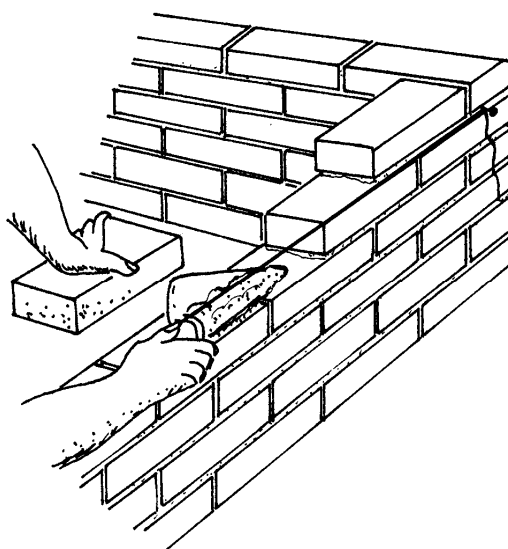

Figura 4.11 - Colocação da argamassa de assentamento
Podemos ver nos desenhos (Figura 4.11; 4.12; 4.13) a maneira mais prática de executarmos a elevação da alvenaria, verificando o nível e o prumo.
- 1º – Colocada à linha, a argamassa e disposta sobre a fiada anterior, conforme a Figura 4.11.